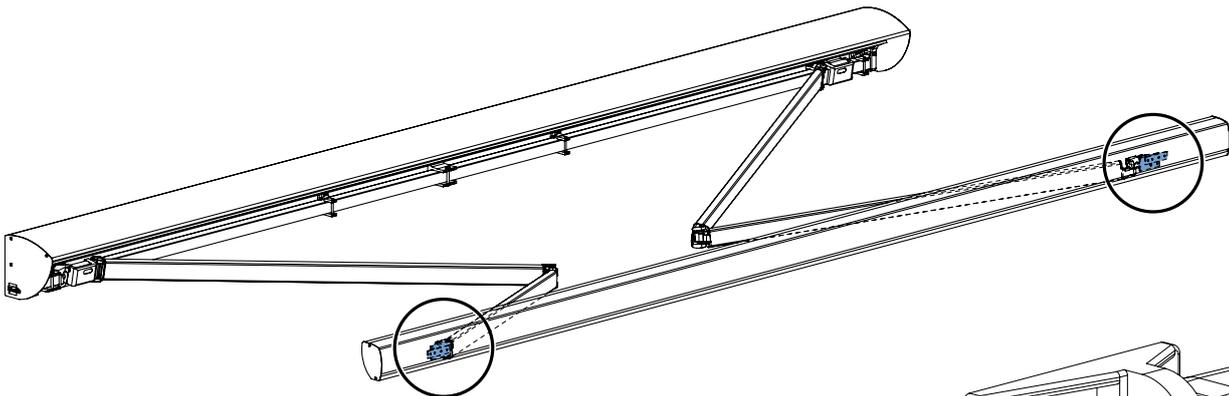

Abb. 6.2 Lage der Armverbindungen
2. Am Ende der Gelenkarme (an der Seite der Vorderleiste) befinden sich die Armverbindungen. Siehe Abbildung 6.2.